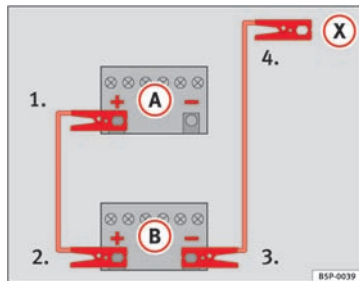
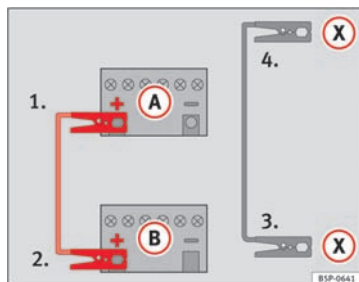

Fig. 126 Tilslutningsdiagram for biler uden start-stop-system
Fig. 127 Tilslutningsdiagram for biler med start-stop-system
- Sæt den ene ende af det *røde* startkabel på pluspolen (+) i bilen med det afladede batteri (A) ⇒ Fig. 126.
- Sæt den anden ende af det *røde* startkabel på pluspolen (+) i den bil, der skal give strøm (B).
- Sæt den ene ende af det *sorte* startkabel på minuspolen (-) i den bil, der skal give strøm (B) ⇒ Fig. 126.
- I bilen med det afladede batteri skal du tilslutte den anden ende af det *sorte* startkabel (X) til en massiv metaldele, som er monteret på motorblokken, eller på selve motorblokken, men det skal være et sted, som er langt væk fra batteriet (A).
- Sæt den ene ende af det *røde* startkabel på pluspolen (+) i bilen med det afladede batteri (A) ⇒ Fig. 127.
- Sæt den ene ende af det *sorte* startkabel (X) fast på en egnet stelforbindelse – en massiv metaldele, der er skruet sammen med motorblokken eller på selve motorblokken ⇒ Fig. 127.